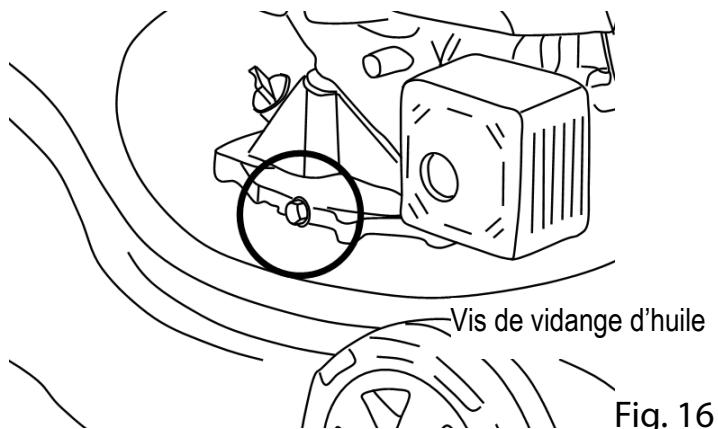

Fig. 16
6. A l'aide d'un pied à coulisse réglez l'espace entre les électrodes à $0,7 \pm 0,8$ mm (Fig. 16).